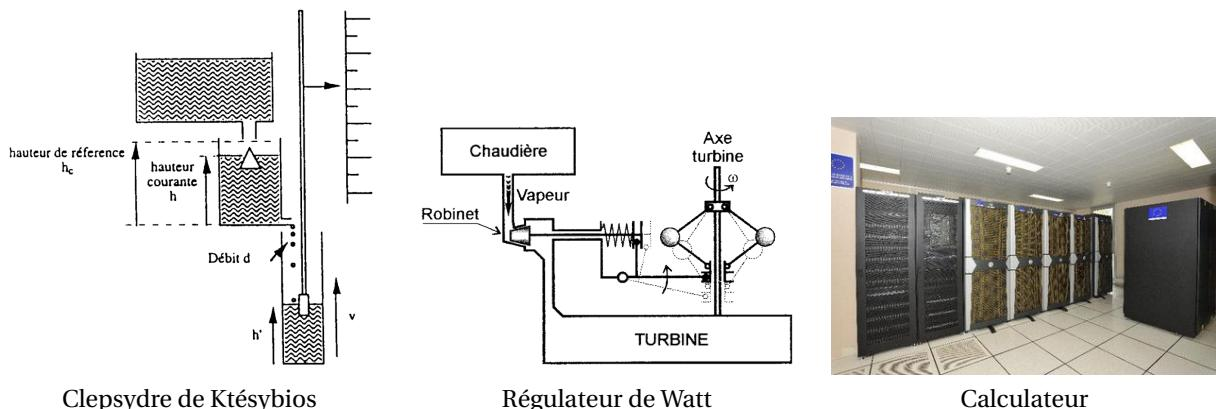

FIGURE 1 – Historique de l'automatique
- La première problématique concernant la création d'un système automatisé date de l'antiquité et l'invention de **Ktésybios** (environ 250 av JC) est un système d'horloge à eau (**Clepsydre**) à trois niveaux de vases communicant. Il a été imaginé dans le but de garantir une précision optimal sur la mesure du temps. La figure 1(a) illustre le principe de fonctionnement de cette horloge. Le deuxième niveau comporte un "trop plein" permettant de garantir un niveau constant et donc un débit constant d'écoulement vers le troisième niveau qui est gradué pour donner l'information du temps écoulé.
- **Le régulateur à boules de Watt** (XVIIIe siècle figure 1(b)) a été conçu lors de l'avènement des machines à vapeur dans le but d'en limiter la vitesse de rotation avec un système de régulation de vitesse utilisant les effets
- Au cours du *XXe* siècle l'utilisation de plus en plus importantes **de calculateurs** et de l'**informatique** (figure 1(c) permet d'accroître et de faciliter la conception des systèmes automatisés de plus en plus performants.